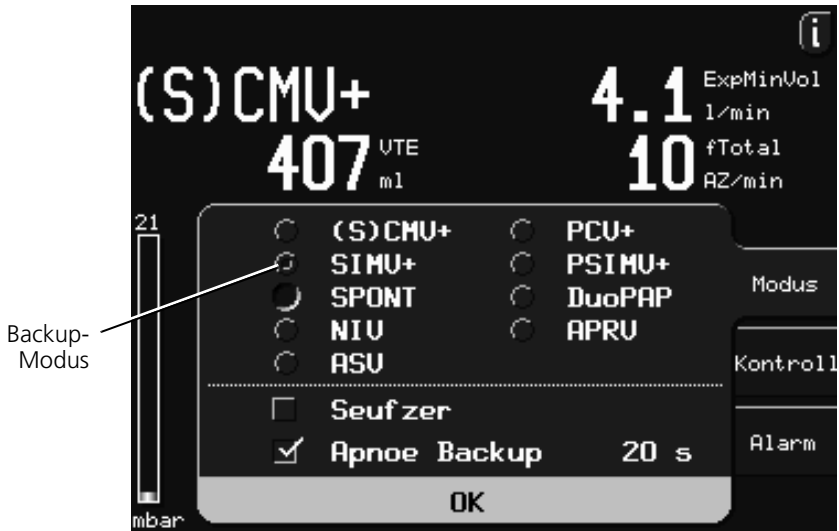

Abbildung 4-2. Fenster Modus
1. Öffnen Sie das Fenster Modus (Abbildung 4-2) durch Drücken der Taste Modus.